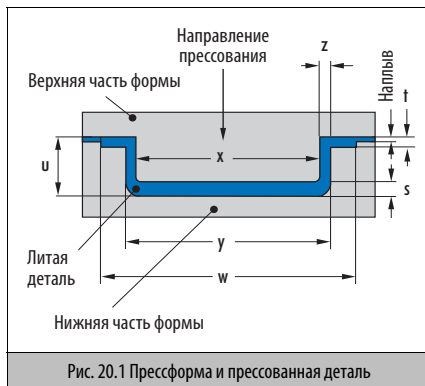

Рис. 20.1 Прессформа и прессованная деталь
- F: Отклонения от размеров, связанные с литейной формой. Размеры, на которые не влияют такие изменения формы, как облой и боковое смещение между частями формы (верхняя и нижняя части, литейный стержень). Смотри размеры w, x и u на → Рис. 20.1.
- C: Отклонение от размеров, связанное с закрытием литейной формы. Размеры, которые могут изменяться за счет плотности наплывов и боковых смещений между различными частями оснастки. Смотри размеры s, t, u и z → Рис. 20.1.